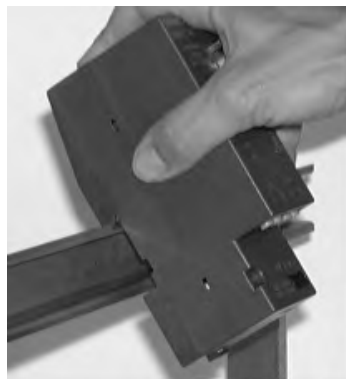

Figura 5-1 Montaggio di un modulo su una guida ad U standard
- Agganciare il gancio superiore del modulo nella guida ad U e premere il lato inferiore, come illustrato in Figura 5-1, sulla guida fino a quando scatta udibilmente.